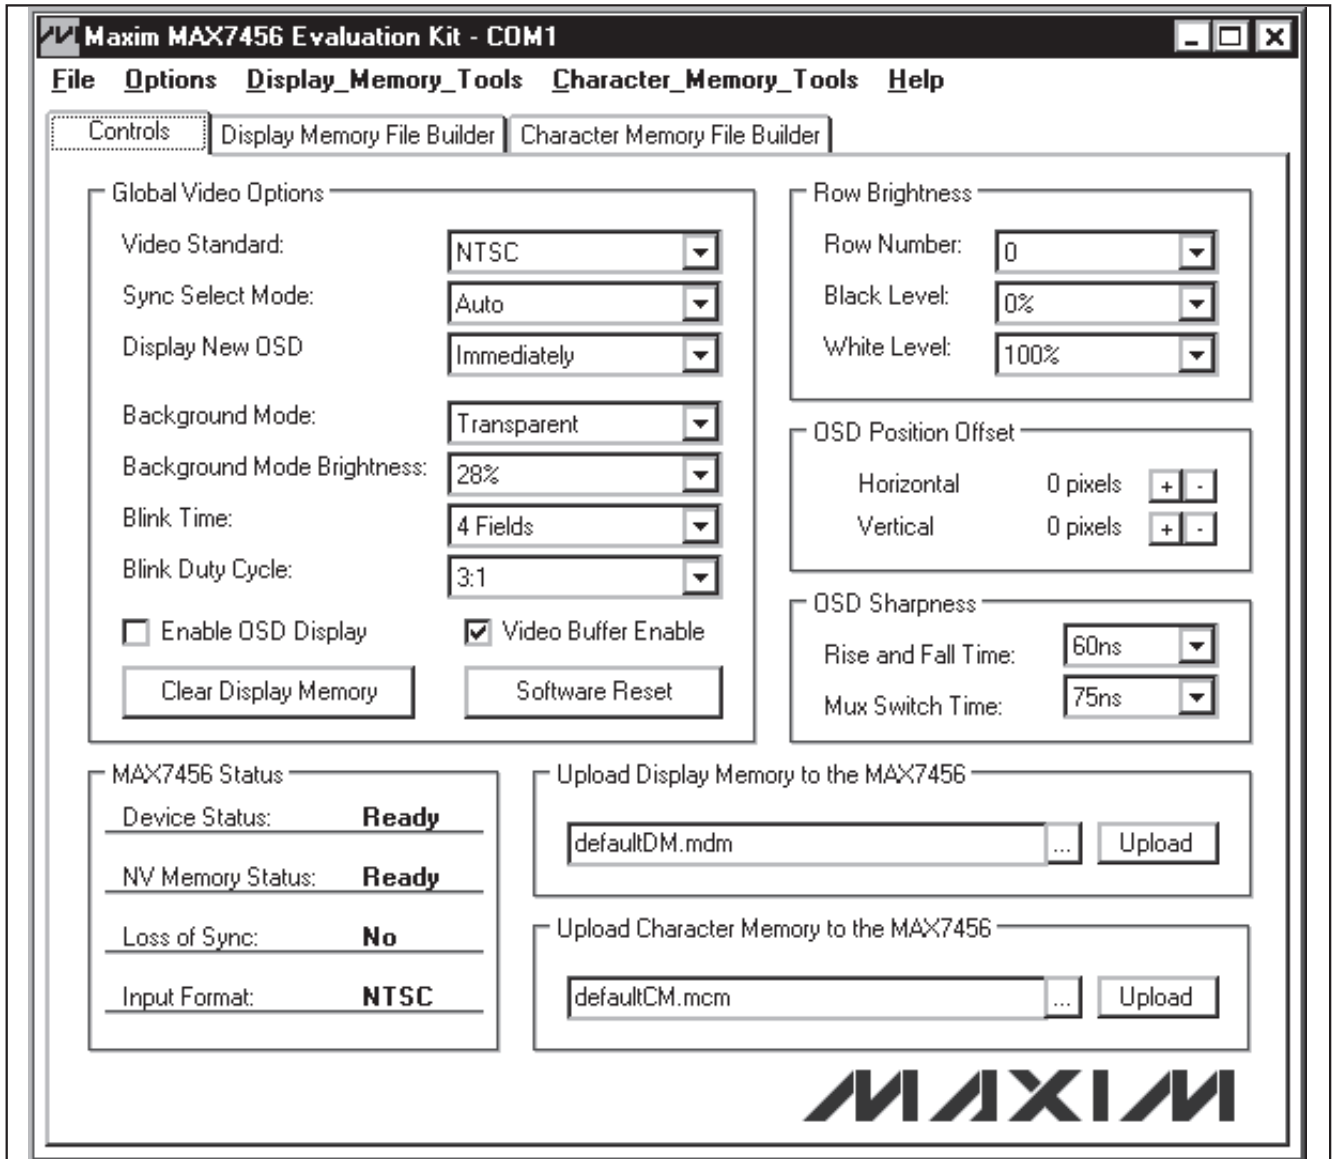

图6. MAX7456评估软件——控制标签
- 12) 软件自动搜索MAX7456。选中**Global Video Options**组(图6)中的**Enable OSD Display**复选框, 使能视频随屏显示功能。在**Upload Display Memory to the MAX7456**编辑框中输入文件名SHOW\_ALL\_CHARACTERS.MDM, 然后点击**Upload**按钮。
通过图6所示的Controls标签可访问MAX7456中的大部分寄存器, 关于控制部分的说明请参考MAX7456 IC数据资料。